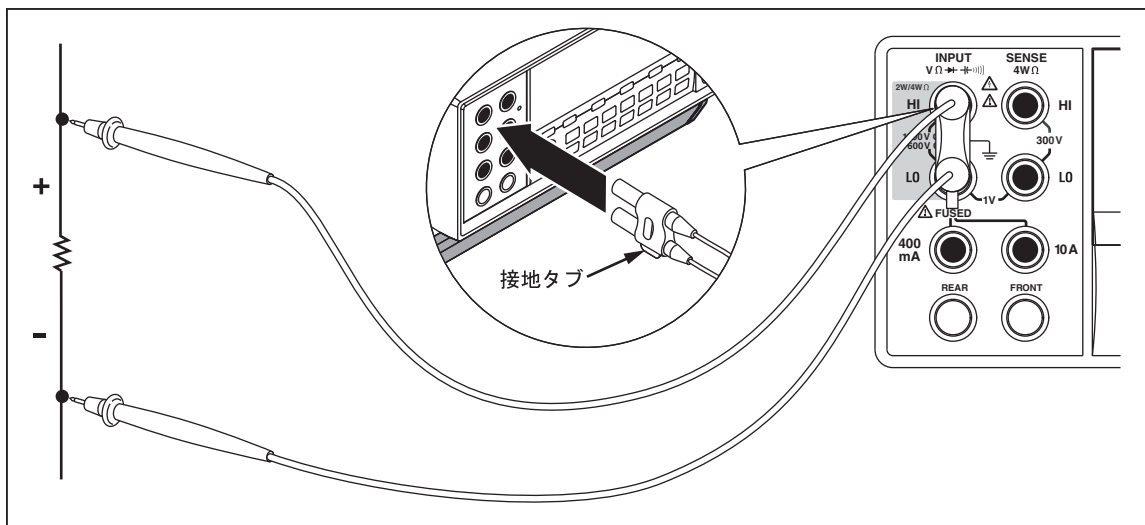

図 4-3. 2x4(ツーバイフォー)テスト・リードを用いる 4 線式抵抗測定
1. 図 4-3 のようにテスト・リードを本器の入力端子に接続します。